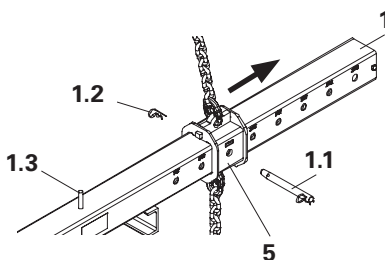
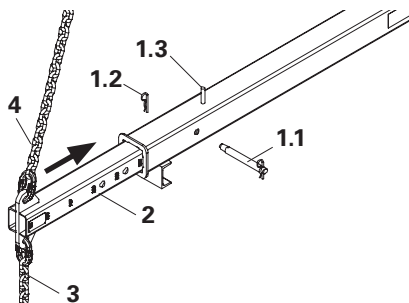

Fig. 20
Fig. 21
2. Rimuovere il perno d'arresto (1.1) della piastra (5). (Fig. 20)
3. Posizionare la piastra sul foro di fissaggio più esterno del tubo esterno (1), fissarla e bloccarla con l'inserto a molla (1.2).
4. Rimuovere il perno d'arresto (1.1) del tubo interno (2). (Fig. 21)